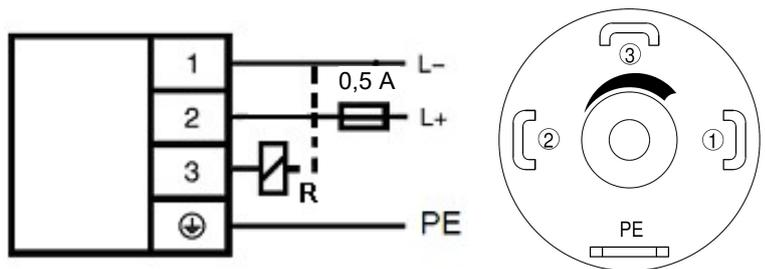

Fig.: 11
**ET - 473 Versione a 1 canale (Fig. 11):**